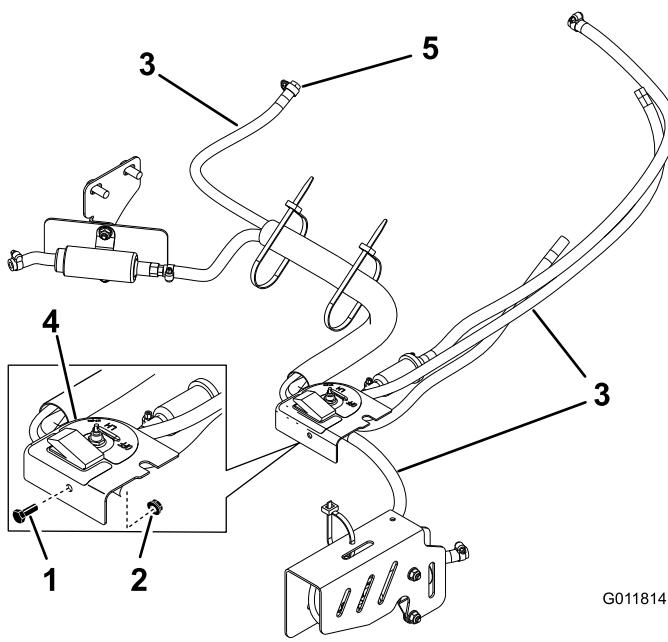

Figure 7
14. Acheminez les flexibles de carburant comme illustré à la Figure 7.
15. Identifiez le plus long des deux nouveaux flexibles de carburant droits fixé à la vanne de sélection et branchez-le sur le raccord supérieur du réservoir de carburant droit (Figure 7).
18. Montez le nouveau support sur la machine au moyen d'un boulon et d'une écrou existants (Figure 7).